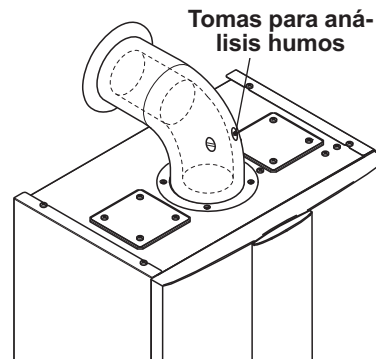

Figura 9.15
- Conecte un analizador de humos a las tomas de análisis de humos situadas en las salidas de humos de la caldera Figura 9.15.
- Compruebe la combustión de la caldera usando las tomas ubicadas en los tubos de humos (Figura 9.15) y compare los datos medidos con los siguientes.